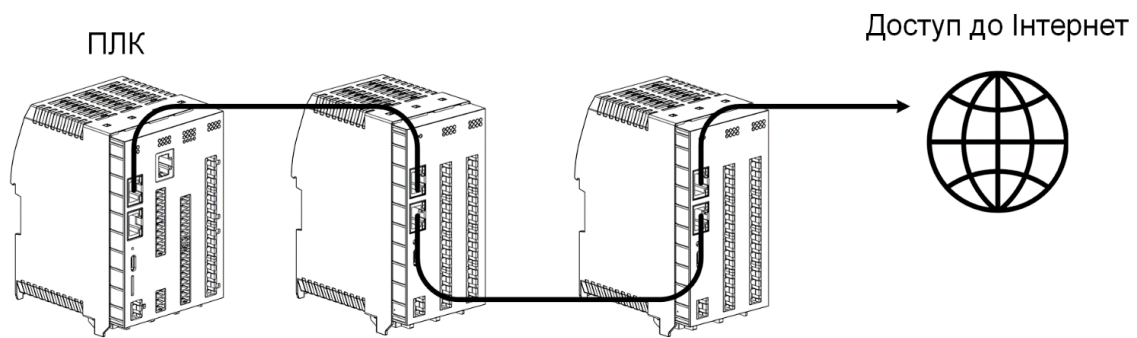

Рисунок 5.10 – Підключення за схемою «Ланцюжок»
- «Ланцюжок» / «Daisy-chain» (див. рисунок 5.10).